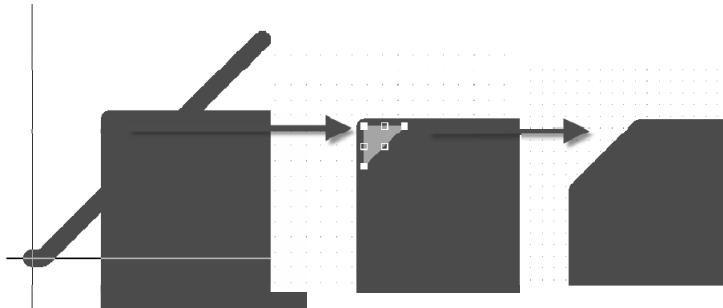

图 10-104 铺铜钝角的修整
(2) 铺铜的分离操作(即钝角的修整): 执行菜单命令“放置-裁剪多边形铺铜”(快捷键“PY”), 激活分离命令, 在铺铜的直角处横跨绘制一条分割线, 绘制之后, 铺铜会分离成两块铜皮, 删掉尖角那一块, 即可完成当前铺铜钝角的修整, 如图 10-104 所示。